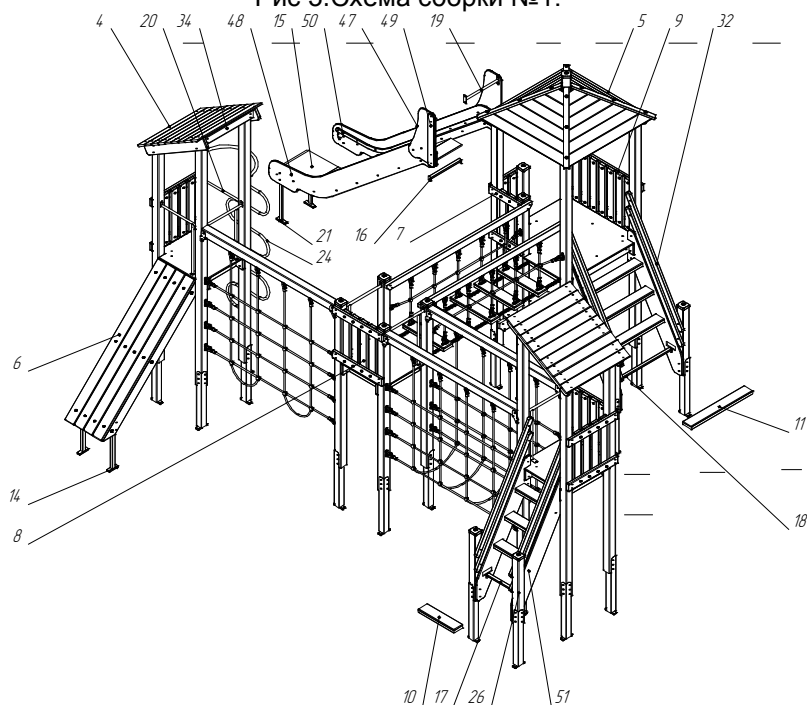

Рис.4. Схема сборки №2.
7. Установите ограждения (поз.7,8,9), согласно схеме на рис.4, с помощью саморезов 6х90, шайб 8 и составных колпачков 8 (по 56 шт.).